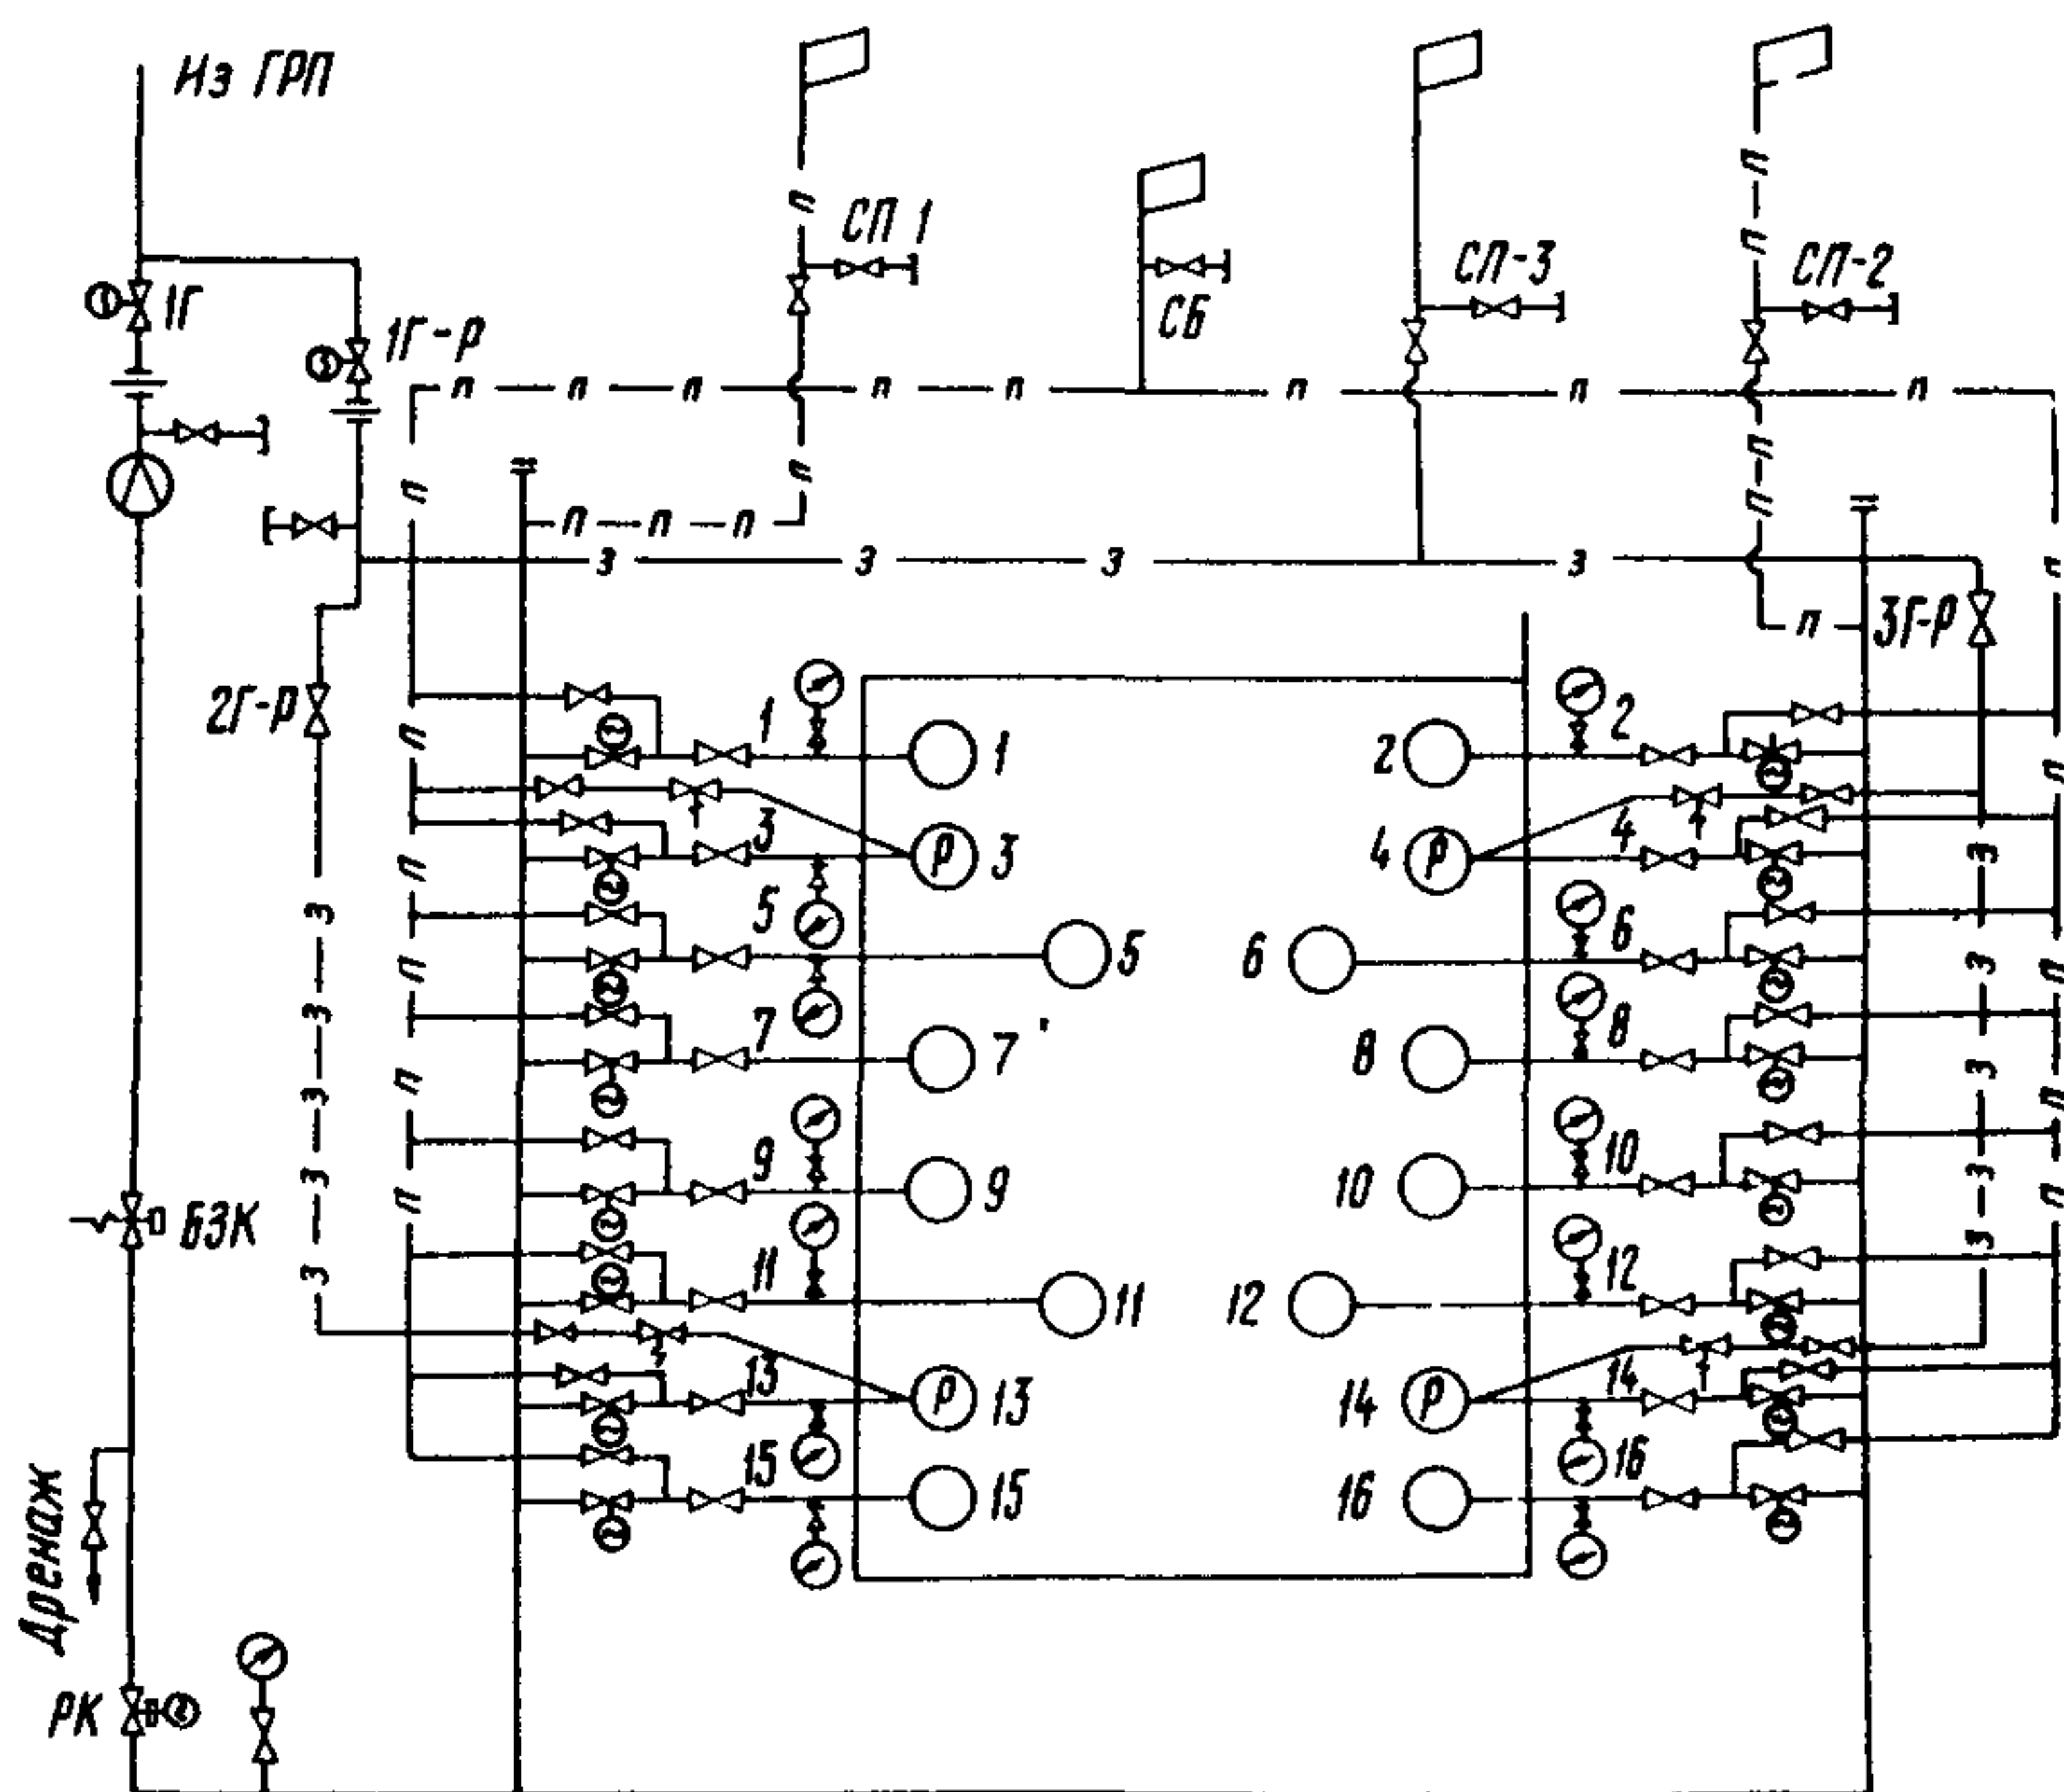

Рис. 2. Схема газопроводов:
I. I. 18. Соберите схему газопроводов котла (рис. 2), для